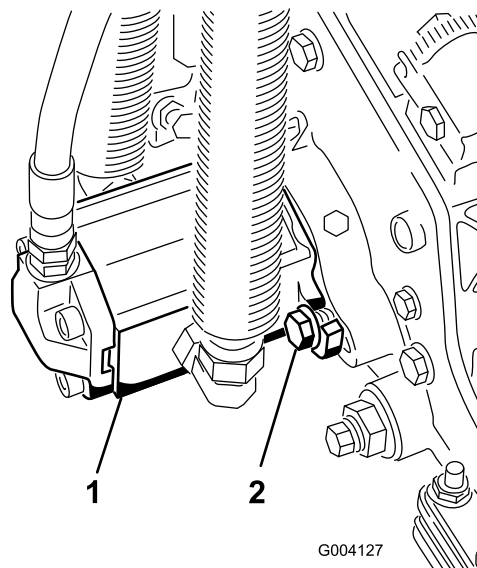

Figura 14
16. Instale el motor girándolo en el sentido de las agujas del reloj de modo que las bridas del motor no choquen con los pernos (Figura 14).